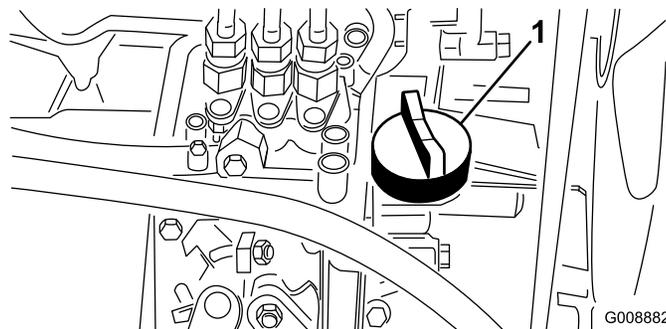

図 18
4. 不足していれば補給口キャップ (図 18) をとり、ディップスティックの Full 位置まで少量ずつオイルを補給する。補給中、ディップスティックで何度か油量を確認しながら入れること。